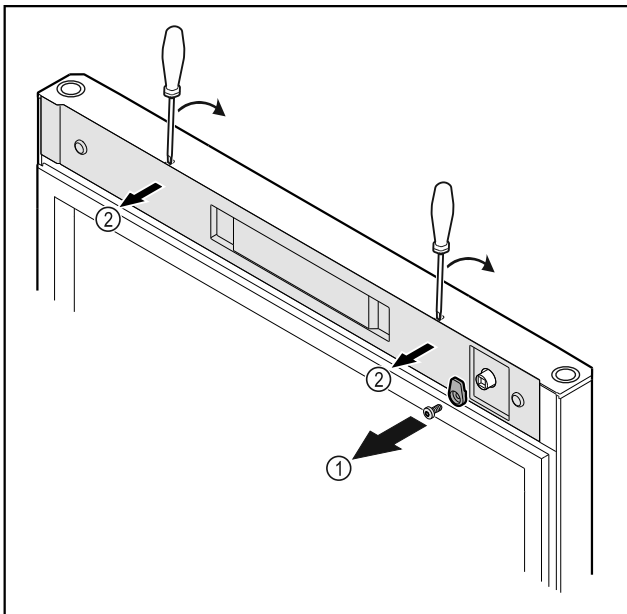

Fig. 22
- Desatornillar el gancho de cierre Fig. 22 (1).
- Desencajar la cubierta Fig. 22 (2) con un destornillador pequeño y retirarla.